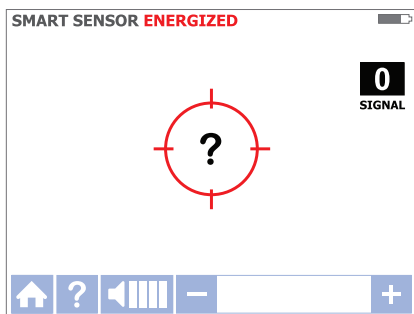

Figura 3.1c
3. Tenere il ricevitore con il sensore Smart sul retro dell'unità di fronte alla zona di destinazione. Se sullo schermo lampeggia un "?" in un bersaglio rosso, significa che non è rilevato alcun segnale. Spostare il sensore Smart più vicino alla zona di destinazione fino a quando il segnale è rilevato e si vede una freccia direzionale. Se non è rilevato alcun segnale, aumentare la sensibilità utilizzando il tasto "+" del ricevitore. (Vedi Figura 3.1c)\*